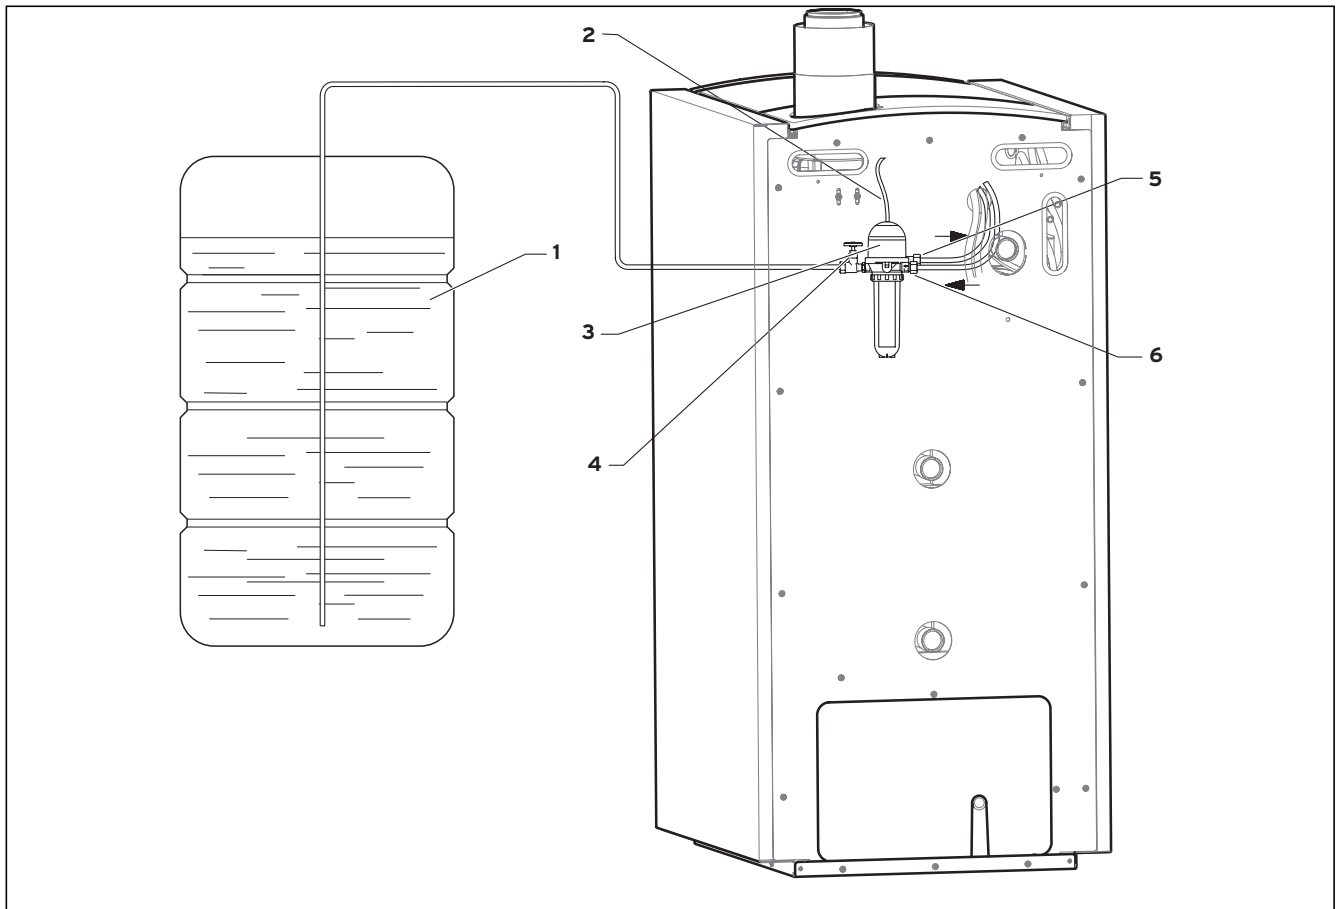
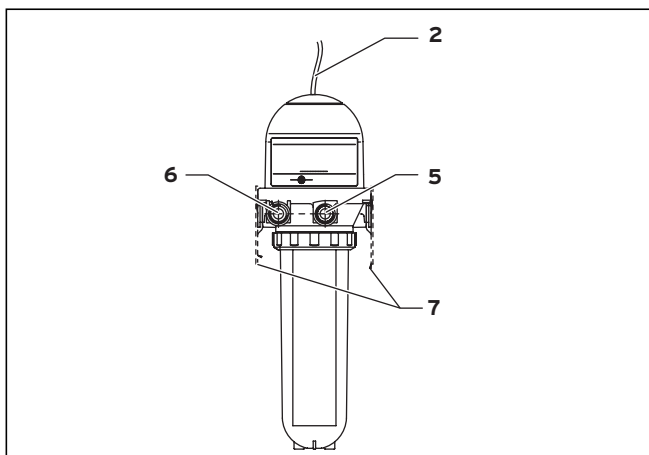

Abb. 4.1 Einbaubeispiel Heizöhlüfter
Abb. 4.2 Heizöhlüfter
Legende zu Abb. 4.1 und Abb. 4.2
- Schließen Sie die Ölleitungen vom Öltank (1) (siehe Abb. 4.1) und vom Brenner an den Heizöhlentlüfter (3) an.
Sie dürfen die Ölleitungen nicht vertauscht an Vorlauf- (5) und Rücklaufanschluss (6) (siehe Abb. 4.1) montieren, da dies zu Schäden am Heizöhlentlüfter und Brennerpumpe führen kann. Vorlauf und Rücklauf sind an Brenner, Schläuchen und Heizöhlentlüfter mit Pfeilen gekennzeichnet.
- Stecken Sie die Entgasungsleitung (2) (siehe Abb. 4.1) auf den Anschlussnippel
- Führen Sie die Entgasungsleitung wie in Abb. 4.1 dargestellt in den icoVIT.